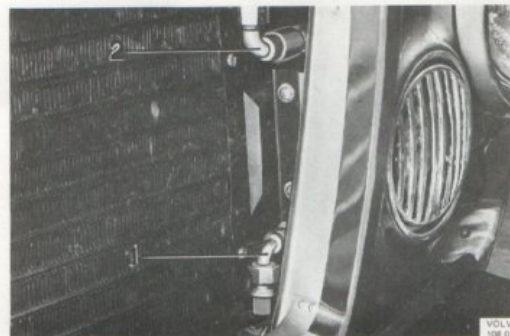

Bild 71. Kondensor monterad (164)
2. Skruva fast kondensorn på konsolerna. OBS! Den grövre slanganslutningen vänds uppåt (bild 71).